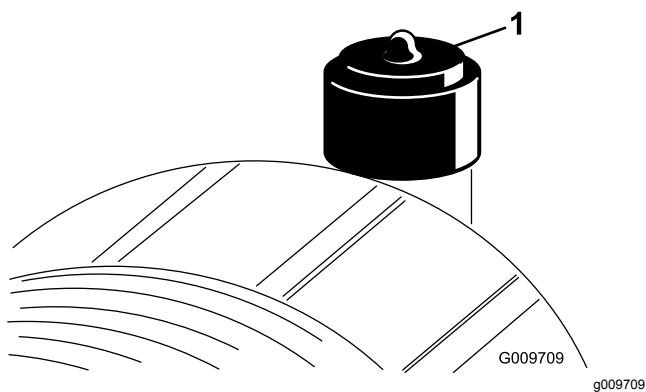

Bild 90
Warten Sie den Luftfilter nur, wenn die Wartungsanzeige dies angibt (Bild 90). Das frühzeitige Auswechseln des Luftfilters erhöht nur die Gefahr, dass Schmutz in den Motor gelangt, wenn Sie den Filter entfernen.
2. Stellen Sie die Anzeige (Bild 90) zurück, wenn sie auf Rot steht.